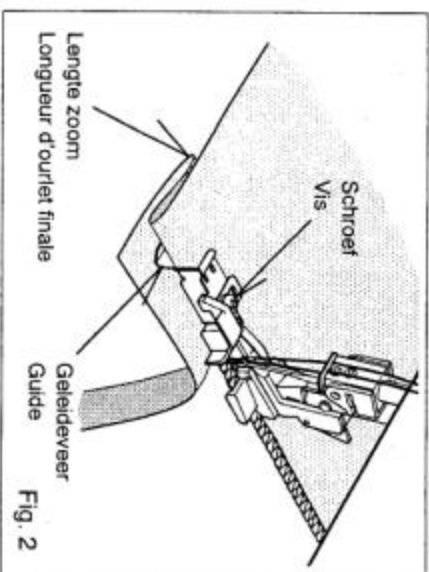
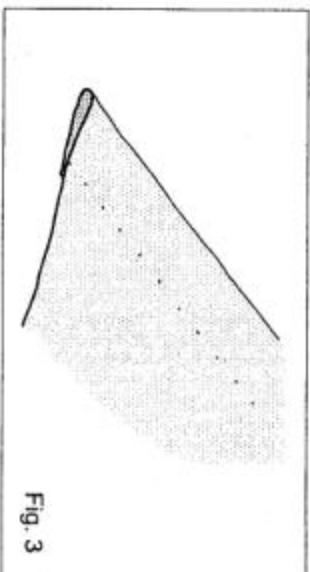

Fig. 2
Fig. 3
3. Als u tevreden bent over het naalmonster, start u met naaien. De buitenzijde van de naad wordt afgesneden. Zie Fig. 2. Pers, na het naaien, de zoom plat. De steken moeten bijna onzichtbaar zijn op de goede kant van de stof. Zie Fig. 3.
Le guide se règle par une petite vis placée sur l dessus du pied presseur (voir Fig. 2).
3. Quand tout est bien réglé, coudre l'ourlet à vitesse stable et modérée. La partie extérieure sera coupée par la machine - voir aussi Fig.2. L'ourlet terminé ouvrir le tissu et le repasser encore.
Les points doivent être pratiquement invisibles du côté endroit du tissu (voir Fig. 3).